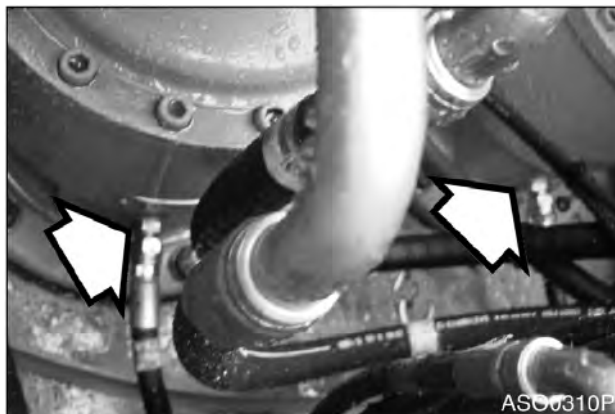

Рис. 67
2. Снять заглушку для выпуска воздуха (рис. 67) с механизма редуктора поворота.